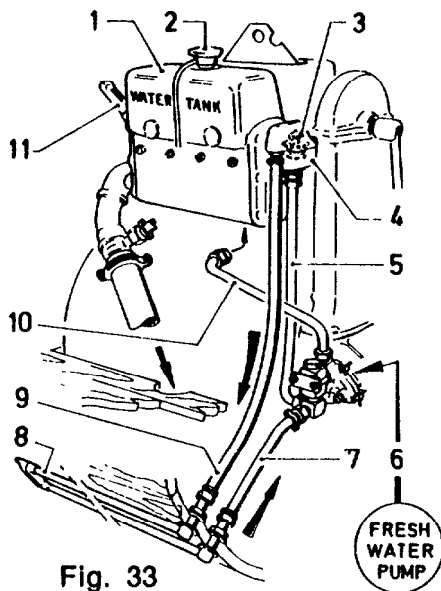

Fig. 33
Vannbeholderen (1) er kombinert med lydtemperen. Termostaten (3) er plassert i termostatluken (4) i direkte forbindelse med vanntanken. Fig. 33.
Fig. 33 og 33a viser termostatluken montert i akterkant av lyddemperen. Fra januar 1979 monteres den i forkant av demperen (eksosutløp fra akterkant).